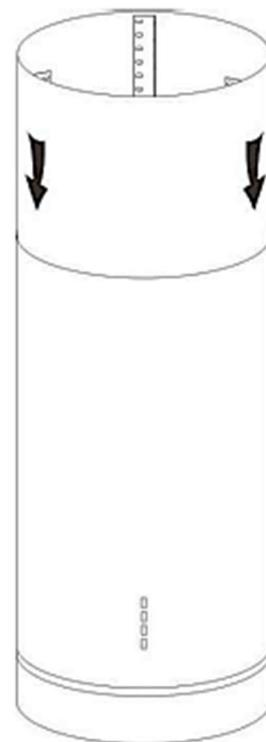

Рис.7
7. Вставьте внутренний кожух в вытяжку рис. 7.